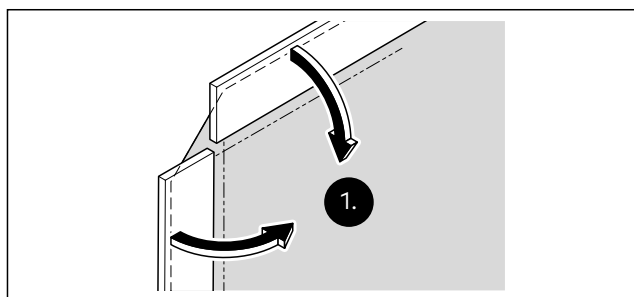

Abb. 37 Den umlaufend vernähten Gummikeder komplett nach innen falten
1. Den umlaufend vernähten Gummikeder komplett nach innen falten (Abb. 37).